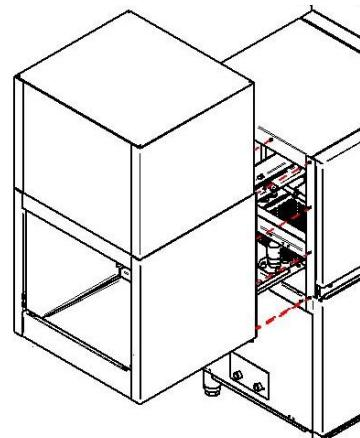

Imagen 6.- Amarrar el túnel de secado a la máquina
- Amarrar el túnel de secado a la máquina usando los tornillos, arandelas y tuercas M6 que se suministran en la dotación del túnel de secado. *Ver imagen 6.* Para sujetar el túnel a la máquina es necesario la ayuda de un segundo operario o de un elemento elevador.